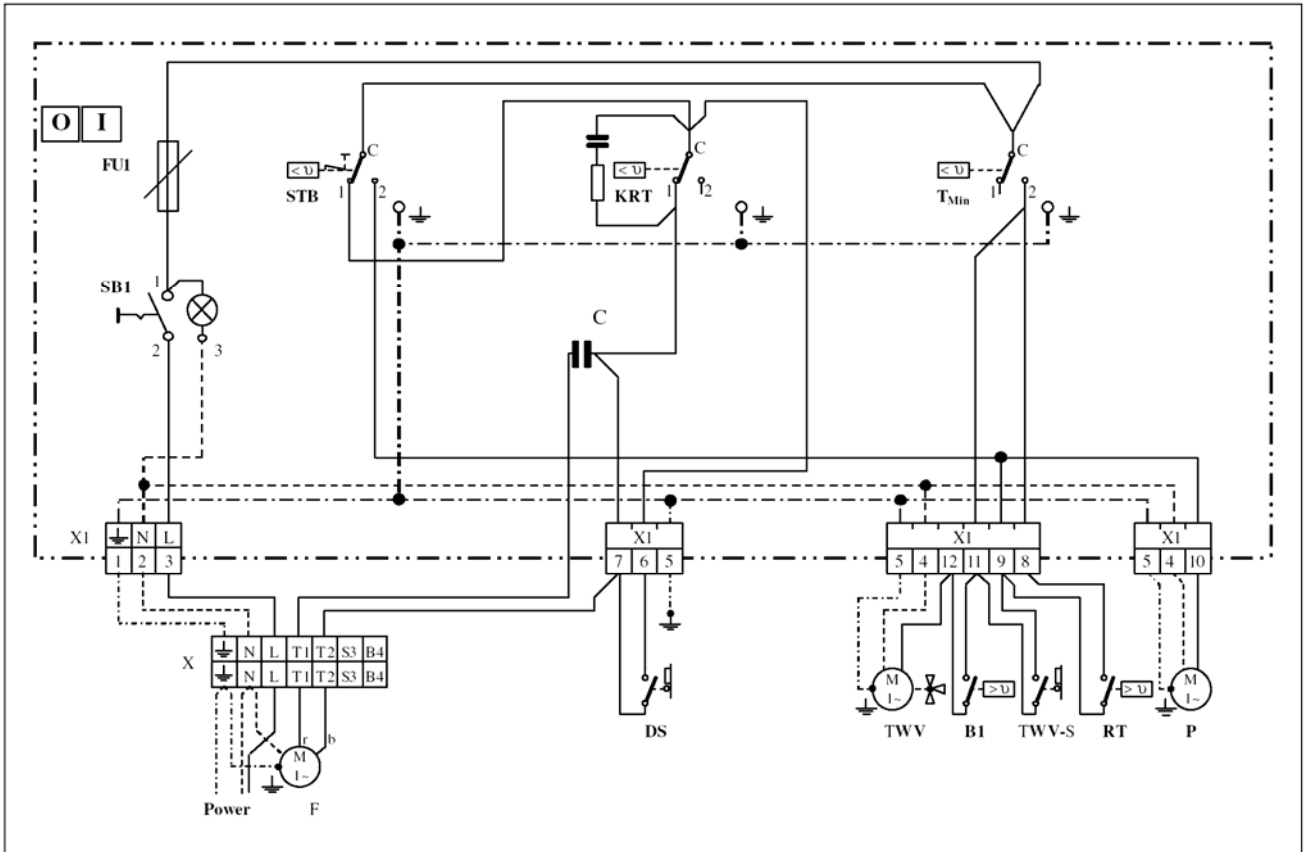

Рис. 19 Электрическая схема
- Подключить кабель от вентилятора-дымососа (*тягодутьевого вентилятора*) (электрический штекер на тыльной стенке) к регулиющему прибору согласно электрической схеме (► Рис. 19, стр. 21).